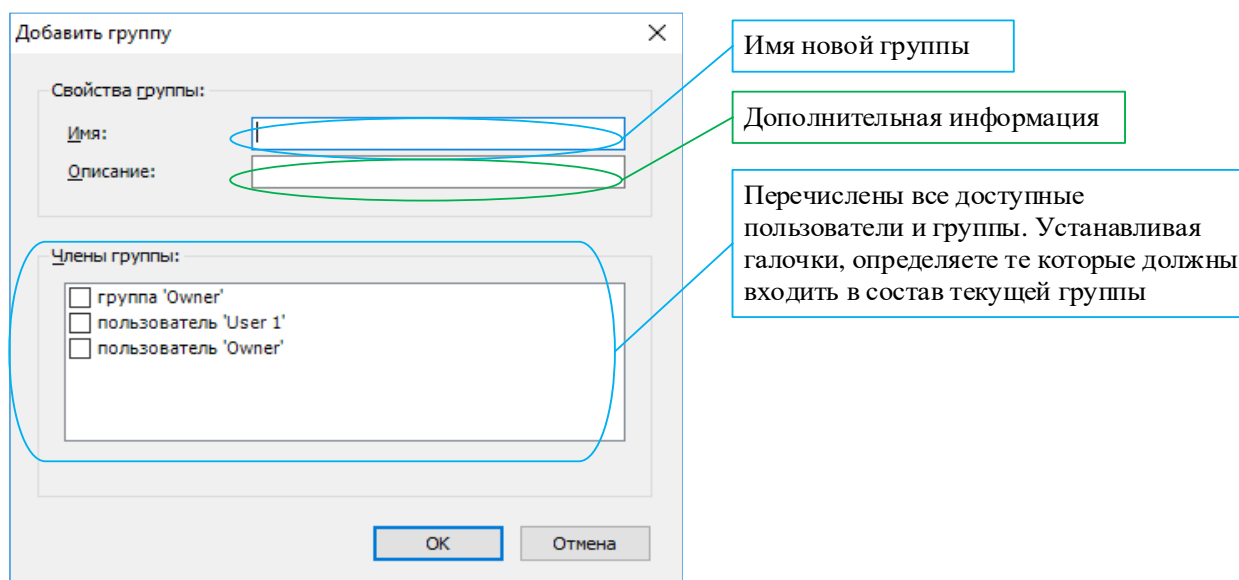

Рисунок 272 – Диалоговое окно добавления группы
- для создания новой группы, в подкатегории **Группы (Groups)**, нажмите на кнопку **Добавить...** откроется диалоговое окно (Рисунок 272). Группу можно изменить и/или удалить, но учтите, что группу «**Everyone**» («**Все**») и «**Owner**» («**Владелец**») удалить не получится;